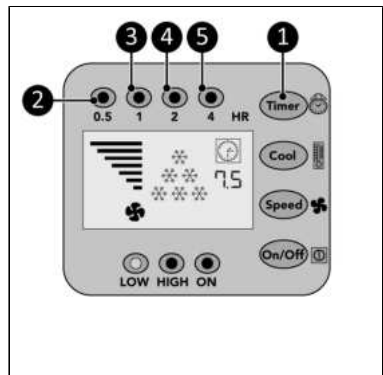

Figura 31.
1. Apăsați butonul temporizatorului (Figura 31, poz. 1) repetat pentru a începe numărătoarea inversă:
0,5 ore: indicator 0,5 ore (Figura 31, poz. 2) se aprinde;
1 oră: indicator 1 oră (Figura 31, poz. 3) se aprinde;
7,5 ore: indicator 0,5 ore, indicator 1 oră, indicator de 2 ore și indicator de 4 ore (Figura 31, poz. 2, 3, 4 și 5) se vor aprinde.